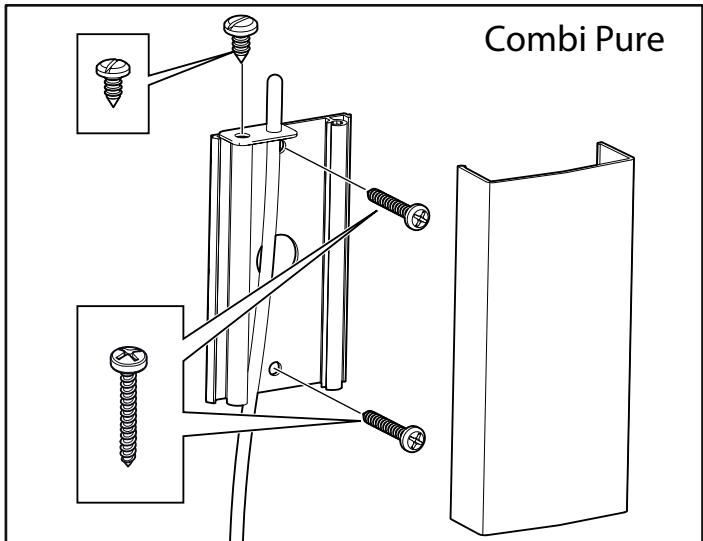
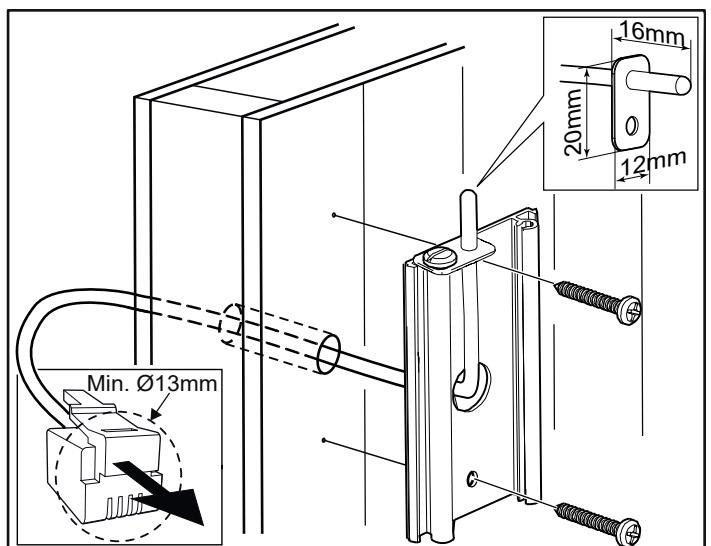

Figure 14 : Installation de la sonde - Combi Pure
Figure 16A : Raccordement à travers la cloison. L'exemple montre la sonde pour Combi Pure.
- 12.** Installez la sonde sur le mur (voir figures 14 et 15). Le fil de la thermistance peut également être passé dans le mur (voir figures 16A et 16B). Bouchez tous les trous dans le mur derrière la sonde. Le conducteur de la thermistance peut être prolongé à l'extérieur du sauna à l'aide d'un câble basse tension (à 2-, 4-conducteurs).